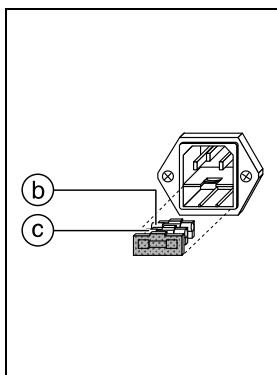

Fig. 2.2
Remplacer le fusible défectueux ⑤ par un fusible neuf ⑥ dont on aura préalablement vérifié l'ampérage (fig. 2.2).
Reemplazar el fusible defectuoso ⑤ con el nuevo, observe que las características del nuevo fusible ⑥ sean correctas (véase la Fig. 2.2).